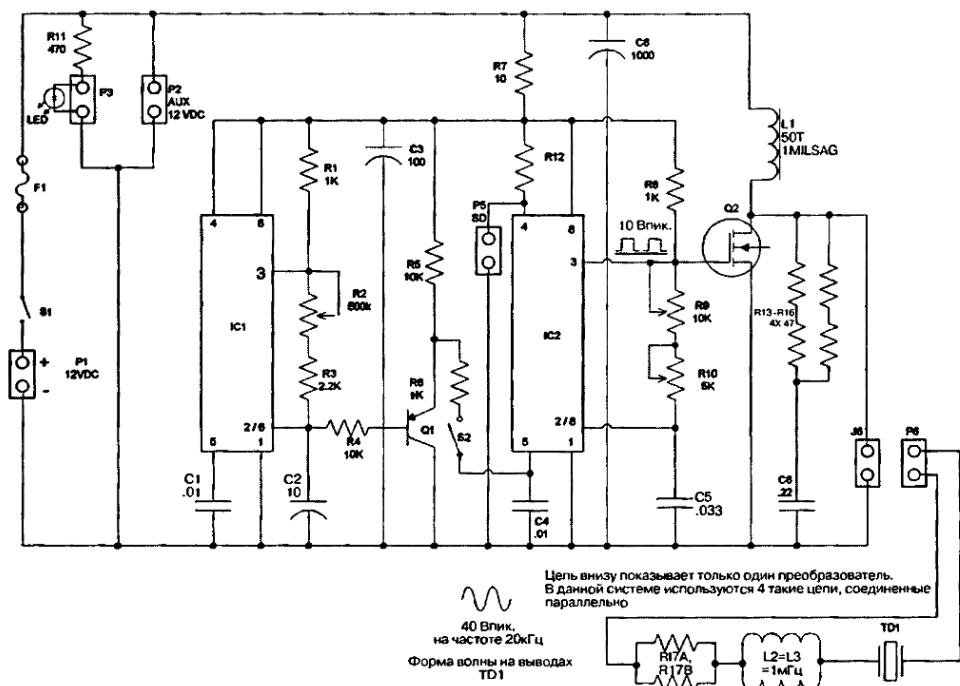

Рис. 28.2. Схема фазового защитного устройства с созданием болевого поля
Таймер качания частоты IC1 и управляемый генератор IC2 выполнены по схеме мультивибратора на таймере 555 (рис. 28.2).
3. Подключите щуп осциллографа к выводу 3 IC2. Поверните ось переменного сопротивления R9 вправо на небольшой угол и наблюдайте прямоугольную форму сигнала (см. рис. 28.2). Поверните ось R9 полностью по часовой стрелке, настройте R10 на период повторения 50 мкс. Это устанавливает диапазон ультразвуковых частот 20 кГц.